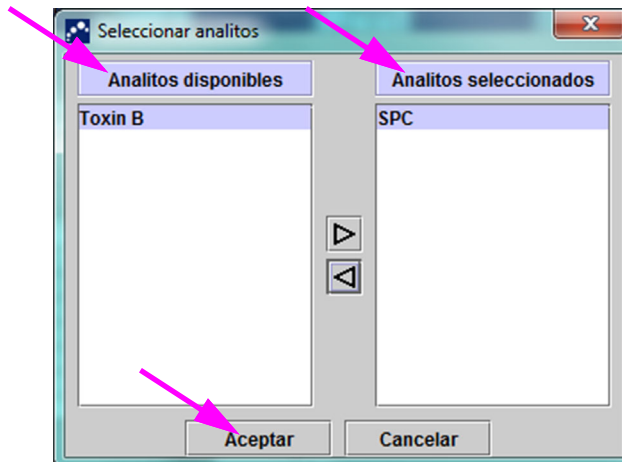

Figura 6-3. Cuadro de diálogo Seleccionar analitos
- Botón **Seleccionar analitos:** Seleccione los analitos. Pulse el botón **Seleccionar analitos** para que se muestren los analitos pertinentes para este ensayo. Se mostrará el cuadro de diálogo Seleccionar analitos. Consulte la figura 6-3.